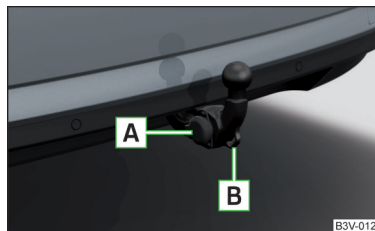

Abb. 204
- Den Stecker des Anhängerkabels in die 13-polige Steckdose **A** » Abb. 204 einstecken.